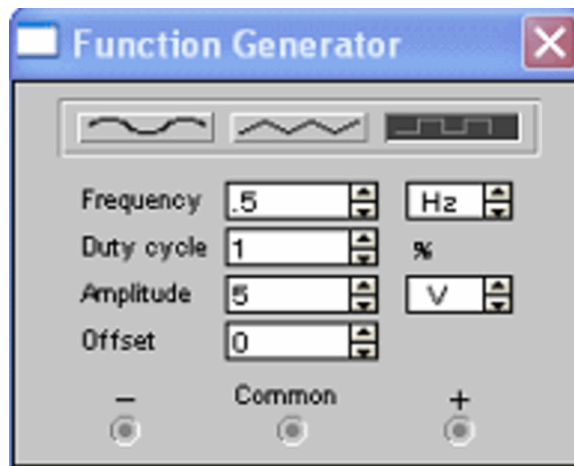

Рисунок 32 – Настройка функционального генератора.
4. Настроить функциональный генератор (рисунок 32).